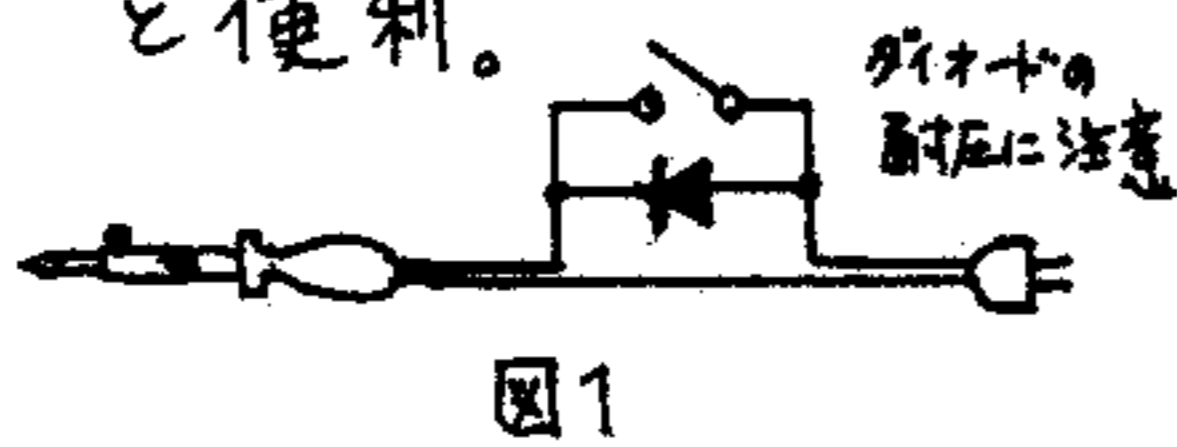

図1
- ワット数が大きい場合は図1のようなスイッチを付けると便利。